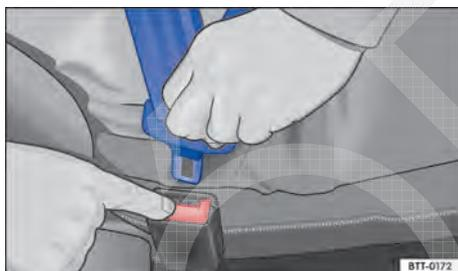

Fig. 49 Soltar a lingueta do cinto de segurança do fecho do cinto de segurança.
- Pressionar o botão vermelho no fecho do cinto de segurança → Fig. 49. A lingueta do cinto de segurança salta para fora.